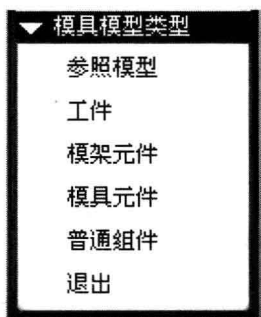
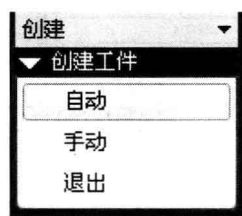

图 1-8 模具模型类型
图 1-9 创建工作件
- (1) 在“模具模型”菜单中选择“创建”，弹出如图 1-8 所示的模具模型类型菜单。
- (2) 在图 1-8 中选择“工件”，弹出如图 1-9 所示的“创建工作件”菜单。